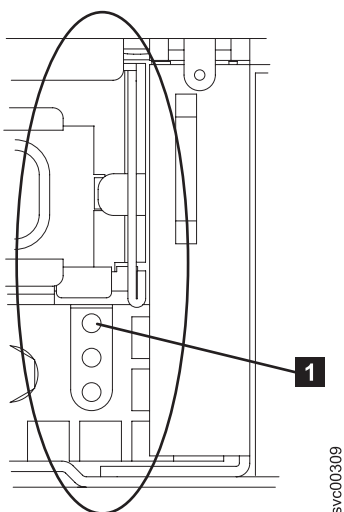

図 46. 電源 LED
**背面パネルの電源 LED が点灯、または明滅していますか?** 図 46 を参照してください。